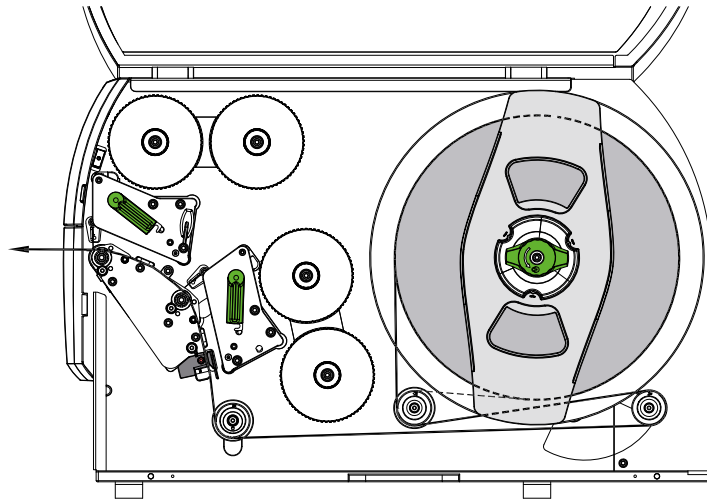

Figure 12 Défilement des étiquettes
2. Dérouler la bande d'étiquettes du rouleau selon la Figure 12 et la guider à travers les deux blocs d'impression jusqu'au rouleau d'impression supérieur (2). La ligne en pointillée représente les étiquettes à enroulement intérieur.